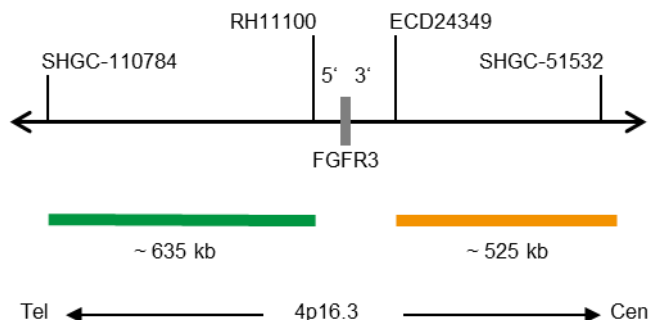

Abb. 1: SPEC FGFR3 Sondenlokalisierung (nicht maßstabsgetreu)
- ZyGreen (Anregung 503 nm/Emission 528 nm) markierten Polynukleotiden (~10 ng/μl), die gegen Sequenzen 4p16.3* (chr4:1,093,149-1,729,455) gerichtet sind, welche distal zur FGFR3-Bruchpunktregion lokalisiert sind (siehe Abb. 1).
- ZyOrange (Anregung 547 nm/Emission 572 nm) markierten Polynukleotiden (~4.5 ng/μl), die gegen Sequenzen 4p16.3* (chr4:1,922,997-2,446,931) gerichtet sind, welche proximal zur FGFR3-Bruchpunktregion lokalisiert sind (siehe Abb. 1).